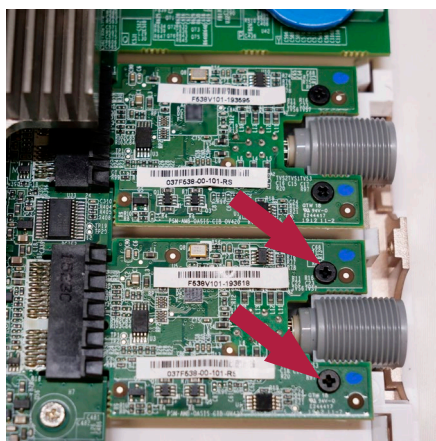

Figura 16 Retirar os parafusos na placa VDI a ser substituída
- a) Utilize a chave de fendas para despertar os dois parafusos pretos que seguram a placa VDI (ver a Figura 16)
- e) **Insira e aperte os dois parafusos pretos (força máx. de 0,2 Nm) que seguram a placa VDI (ver a Figura 16)**